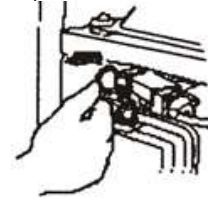

Рис. 26
4.7 Після прогріву двигуна встановіть рукоятку дроселя у позицію "ON" (Рис. 26).